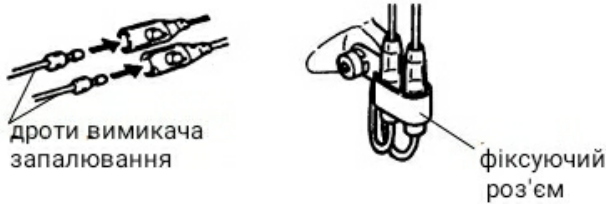

Рисунок 9. Схема під'єднання проводів вимикача запалювання.
6.2 Вимикач запалювання має бути виробником під'єднаний проводом до системи запалювання двигуна. Перевірити роз'єми (рис. 9) на наявність стику.
2. Відкрити кришку-щуп (24, рис. 1), перевірити рівень мастила, як зображено на рис. 9. За необхідності долити необхідний об'єм мастила (об'єм картера див. в таблиці 2).